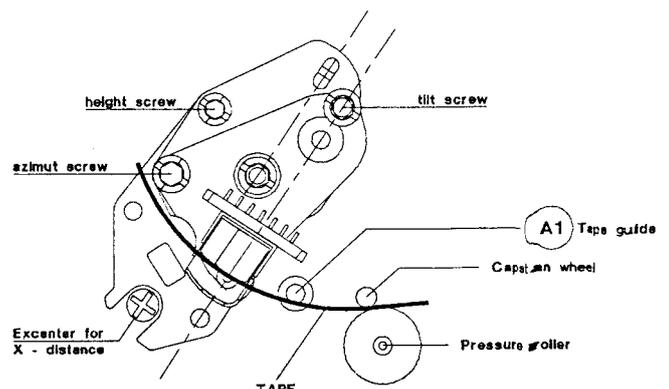

Fig. 14
- Mit der Tiltwinkeleinstellschraube die Bandunterkante gut auf die Bandführung A1 (siehe Fig.14) aufsetzen (das Band darf dabei an der Unterkante nicht eingerollt sein).